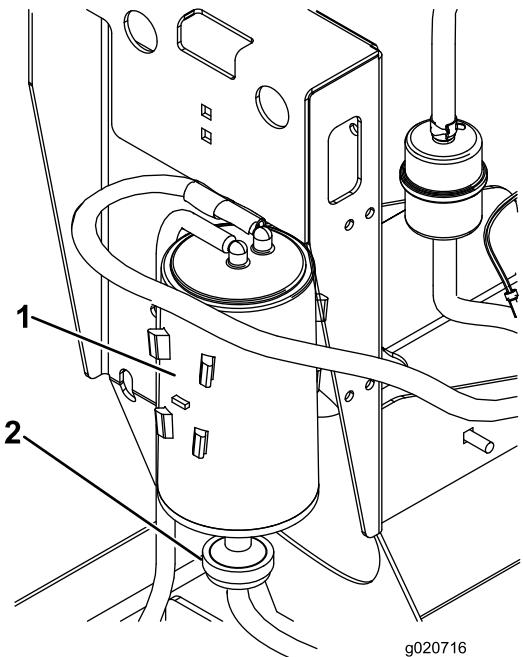

図 21
- カーボンキャニスタ・エアフィルタからホースを取り外す(図 21)。
- カーボンキャニスタ・フィルタを取り外して廃棄する(図 21)。